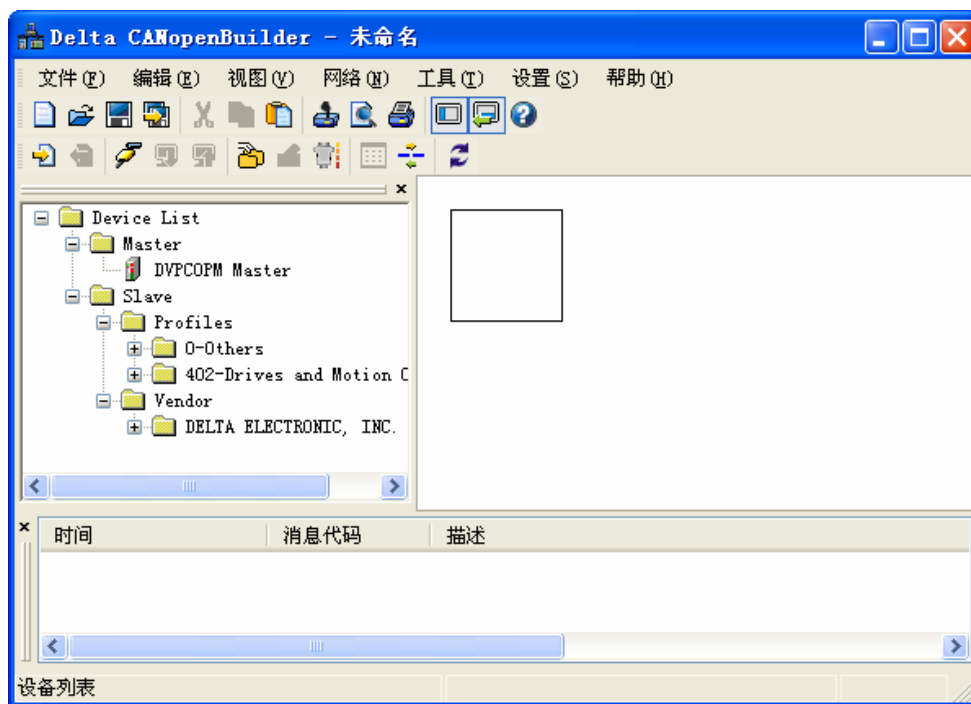

图 4-2
(1) 打开 Delta CANopenBuilder 软件，软件界面如图 4-2 所示。